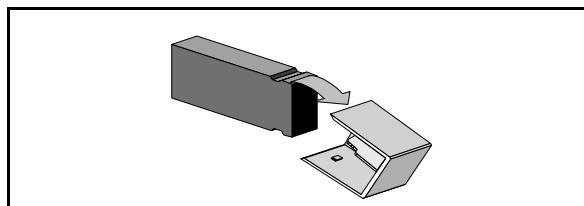

Abbildung 3-4 Entfernen der Kappe von der Taste
- 2) Entfernen Sie, um die Seitenplatte lösen zu können, zunächst die Kappe von der Auswurftaste. Sie lässt sich abnehmen, indem Sie sie seitlich mit Daumen und Zeigefinger halten, leicht zusammendrücken und **vorsichtig** durch Hin- und Her-Bewegungen in Pfeilrichtung wie in Abbildung 3-4 dargestellt vom Tastenschaft ziehen.
Die Tastenkappe hat kleine Noppen, die sich unten und oben am Schaft festhaken, wie in Abbildung 3-4 abgebildet. Wenn man die Kappe oben und unten festhält, erhöht das häufig die Haftfähigkeit der Noppen, sodaß man mehr Kraft aufwenden muß, um die Kappe zu entfernen. Durch zuviel Kraft kann jedoch der Schaft ganz aus dem Auswurfmechanismus gerissen werden, was zur Folge hat, daß der Monitor in einer Reparaturstelle repariert werden muß.